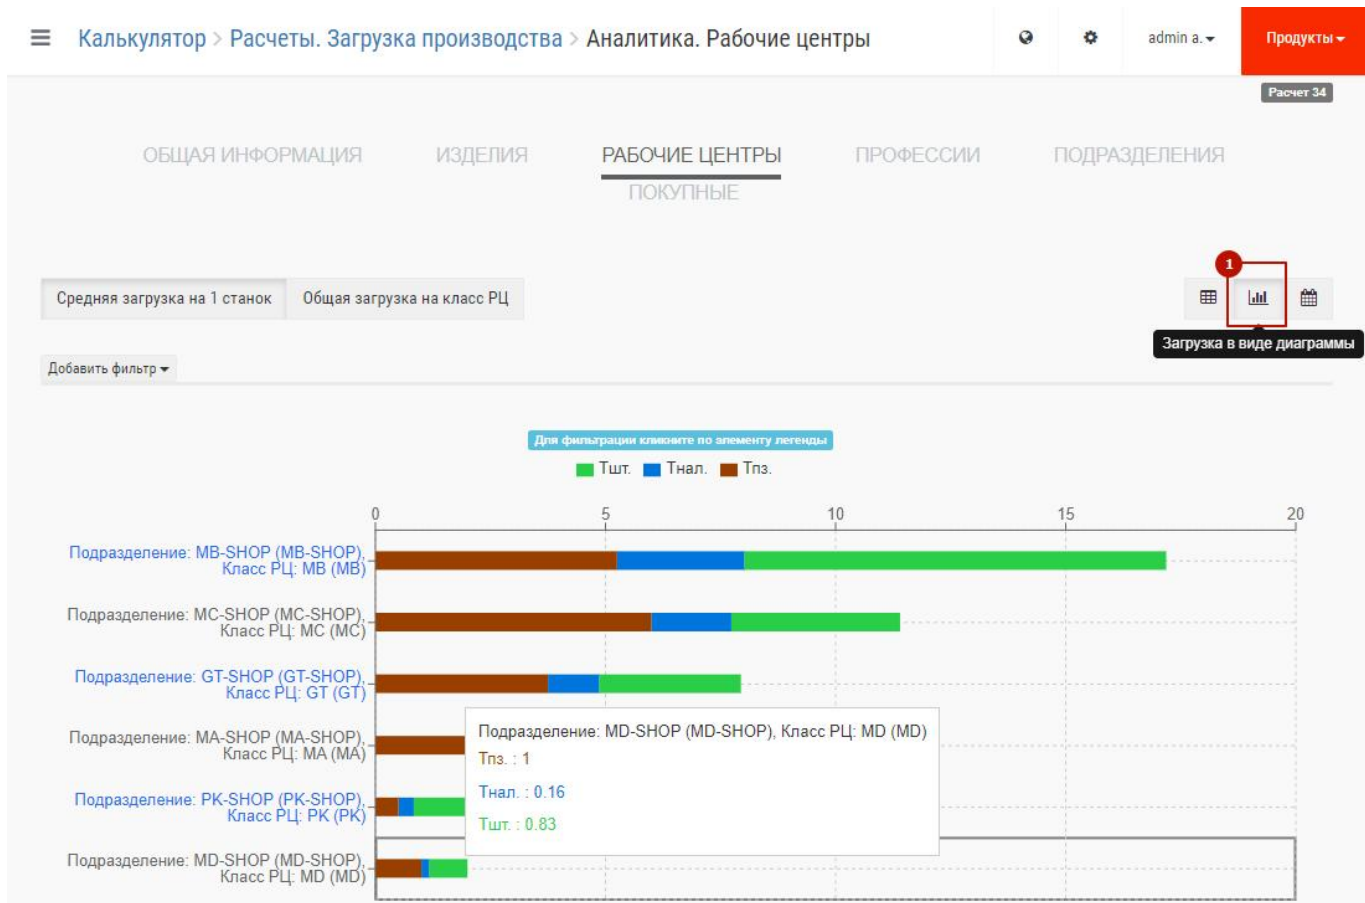

Рис. 80 – Загрузка оборудования в графическом виде
- в графическом виде, показывается общая загрузка на план заказов 1 на Рис. 80)